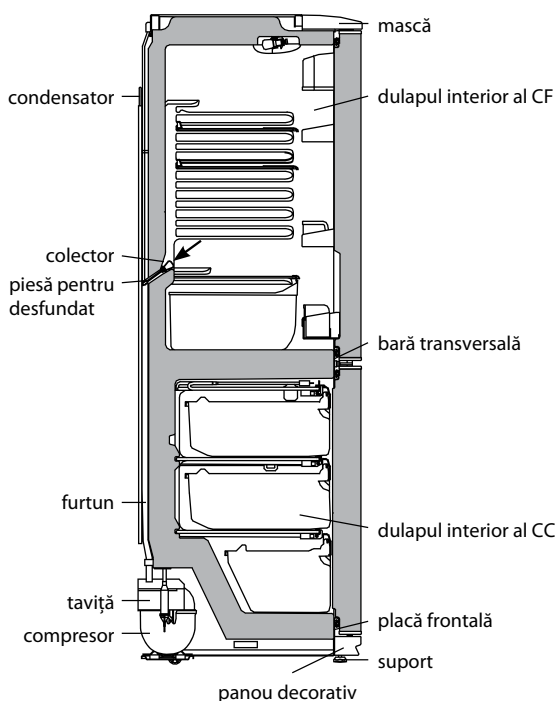

Figura 5 — Schema scurgerii apei rezultate în urma topirii din CF
3.5.1 În CF se folosește un sistem automat de dezghețare. Bruma, care apare pe perețele din spate a CF, după deconectarea compresorului care lucrează în ciclu, se topește și se transformă în picături de apă. Picăturile de apă rezultată în urma topirii se scurg în colector, apoi prin gaura acestuia și prin furtun - în tavița de pe compresor, în conformitate cu figura 5 și se evaporă. Gaura colectorului este dotată cu o piesă pentru prevenirea înfundării sistemului de drenaj.
Prezența apei în colector indică înfundarea sistemului de drenaj. Pentru eliminarea înfundării folosiți piesa corespunzătoare și curățați gaura colectorului, astfel ca apa să se scurgă liber în taviță, apoi spălați piesa și instalați-o în conformitate cu figura 5.
SE INTERZICE să utilizați frigiderul cu sistemul de scurgere înfundat. Apa care a apărut la baza CF sau care a ajuns în locul de alăturare a barei transversale și a dulapului interior al CF, în conformitate cu figura 5, poate provoca coroziunea dulapului exterior al frigiderului și elementelor agregatului frigorific, defectarea izolației termice, formarea crăpăturilor dulapului interior și defecțiunea frigiderului.
SE INTERZICE dezghețarea CC fără utilizarea elementului pentru drenare. Apa rezultată în urma topirii care se scurge din cameră afară de elementul pentru drenare, pătrunzând în locul de alăturare a plăcii frontale la dulapul interior în conformitate cu figura 5, poate provoca coroziunea dulapului exterior al congelatorului și a elementelor agregatului frigorific, defectarea izolației termice, formarea crăpăturilor dulapului interior și defecțiunea dulapului frigiderului.